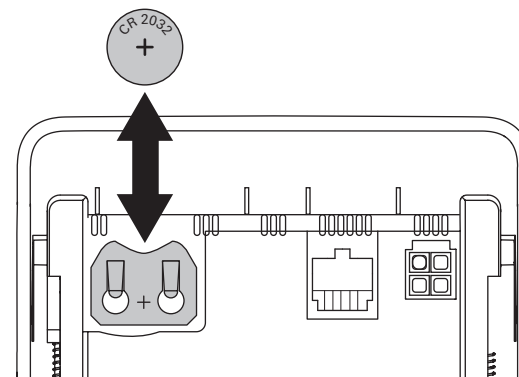

Figura 9
Sulla parte posteriore dell'unità di comando è montata una batteria tampone (Figura 9). La batteria è progettata per durare circa 8 anni.
- ▶ Inserire la batteria nuova nel supporto batteria, facendo attenzione alla polarità: il polo positivo è rivolto in avanti e in alto. V. (Figura 9).